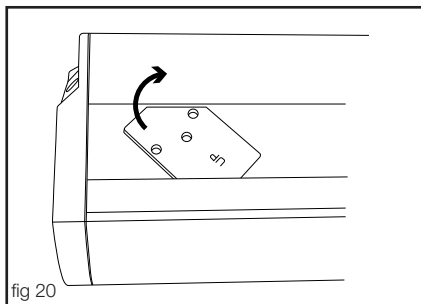

fig 20
1. Mount the bracket inserts. Note "UP"-mark (fig 20 & 21).
1. För i konsolinläggen - notera "UP"-markeringen (fig 20 & 21).